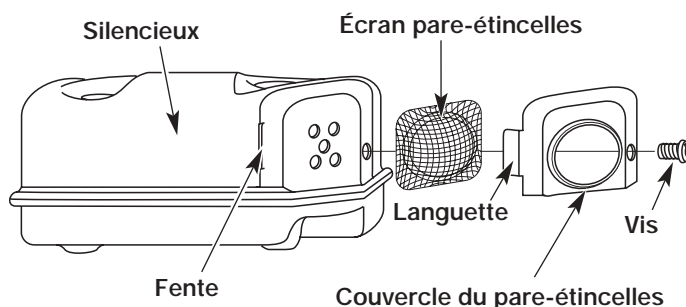

Fig. 30
2. Retirez la vis retenant le couvercle du pare-étincelles au silencieux à l'aide d'un tournevis à lame plate ou à mèche no. T-20 Torx (Fig. 30).